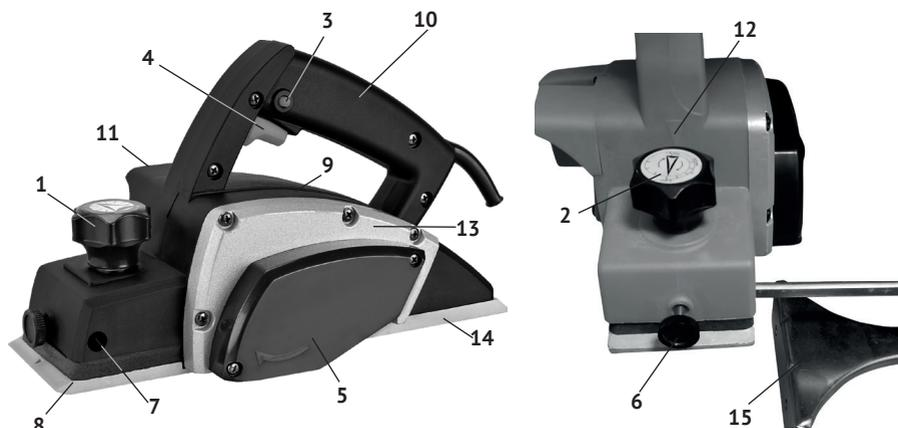

рис. 1
#### 1.6 Общий вид рубанка представлен на рис.1
1.7 Механизм рубанка расположен в пластиковом корпусе (рис.1 поз.9), выполненном заодно с правой частью рукоятки управления, который крепится на нерегулируемой подошве (рис.1 поз.14). Крутящий момент с якоря электродвигателя поликлиновым ремнём передаётся на барабан. На барабане рубанка крепятся два ножа. Ножи – основной рабочий инструмент рубанка. На крышке ремня стрелкой указано направление вращения ремня и барабана.
1.8 Клавиша выключателя (рис.1 поз.4) расположена в нижней части рукоятки. Во избежание самопроизвольного включения инструмента, выключатель снабжён блокировкой клавиши (рис.1 поз.3, расположена на левой части рукоятки). Включение рубанка, осуществляется нажатием на клавишу выключателя указательным пальцем после нажатия и удержания кнопки-блокиратора большим пальцем. Рубанок отключается при отпускании клавиши выключателя, при этом кнопка-блокиратор (со щелчком) возвращается в исходное положение - заблокировано.
1.9 Рукояткой (рис.1 поз.1) регулируется глубина строгания за один проход. Поворотом рукоятки по часовой стрелке увеличивается глубина строгания в интервале от 0 до 1,0 мм.
- вращением рукоятки (рис.1 поз.1), до совмещения показателя шкалы (рис.1 поз.2) с указателем глубины строгания (рис.1 поз.12) на передней части корпуса (рис.1 поз.9), установить необходимую глубину строгания за один проход. Максимальную глубину (1,0 мм) следует устанавливать для обработки дерева мягких пород и черновой (обдирочной) обработке. Для окончательной (чистовой) обработки, выставляется небольшая (около 0,2 мм) глубина строгания;
- при обработке широких заготовок рекомендуется установить параллельный упор, вставив его в отверстие (рис.1 поз.7) справа или слева, и закрепив винтом (рис.1 поз.6). Это позволит (при ровном крае заготовки) сострогать точно выставленную полосу от края.